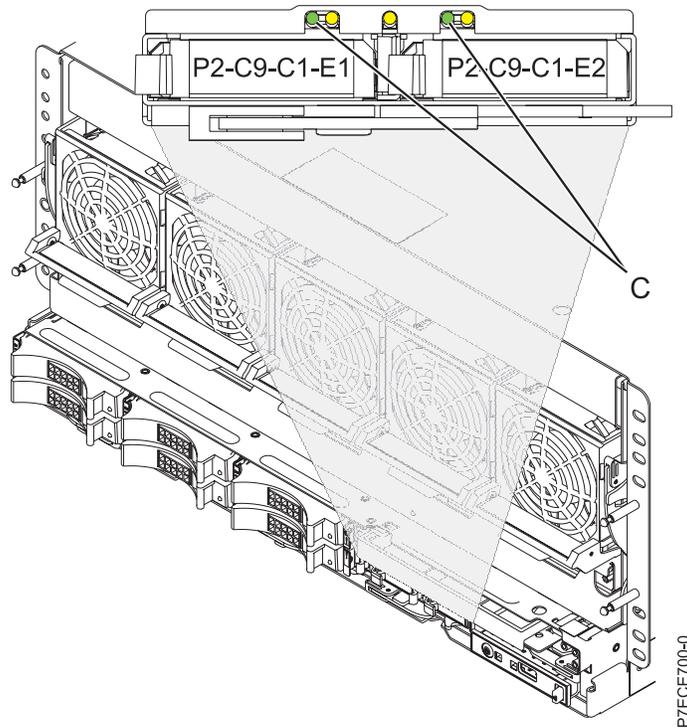

Figura 2. LED de la batería de caché
Atención: No extraiga la tarjeta de habilitación de adaptador de E/S dual - RAID de caché de 175 MB si el LED (C) está parpadeando como se indica en la Figura 2, ya que ello indica que dicha caché contiene datos.
16. Tire suavemente hacia arriba de la palanca (A) y gírela a la derecha para extraerla, tal como se muestra en la siguiente figura.
3. Con la palanca (A) abierta, inserte la tarjeta de habilitación de adaptador de E/S dual - RAID de caché de 175 MB en la ranura, como se muestra en la Figura 2.